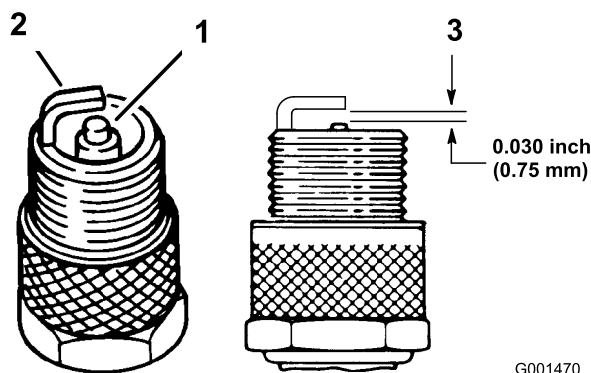

Figura 33
1. Mire la parte central de las bujías (Figura 33).
3. Compruebe la distancia entre el electrodo central y el electrodo lateral (Figura 33).
Nota: Si la distancia no es correcta, doble el electrodo lateral (Figura 33).
3. Conecte los cables a las bujías (Figura 33).